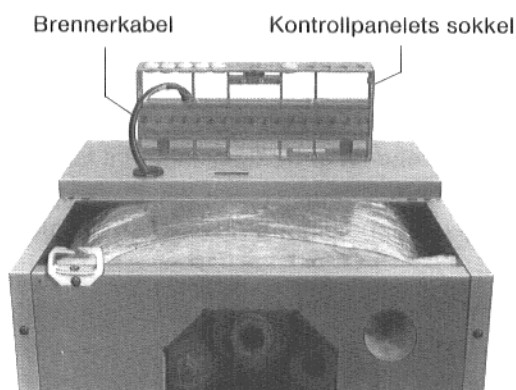

Fig. 12
9.1 **Bakre topp-plate** tas av, se fig. 12.
9.2 **Brennerkabelen** føres opp i kontrollpanelets sokkel, hvoretter sokkelen skrues fast i topp-platen (Skruene følger med, ligger i sokkelen) (Fig. 12).